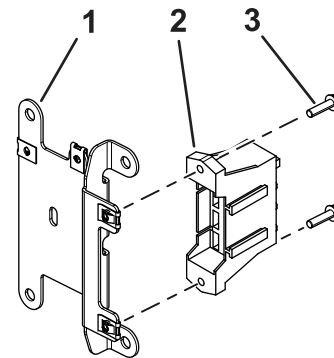

Bild 3
3. Befestigen Sie den Sicherungsblock am Kabelbaum mit zwei Schrauben (Nr. 10 x 3/4") auf der Montageplatte der Sicherung, wie in Bild 3 dargestellt.